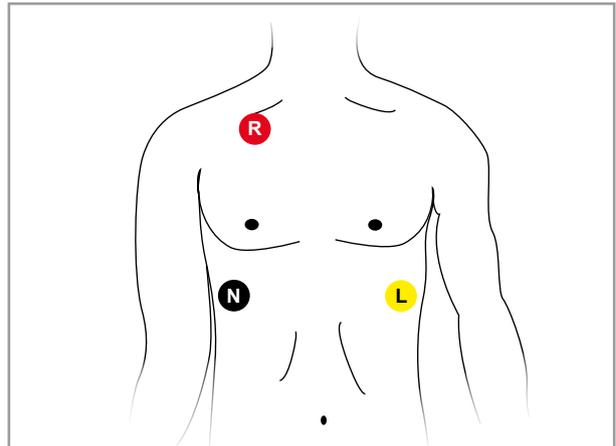

Abbildung 5 – 1: EKG-Elektroden platzieren
- Elektroden anlegen (siehe Abbildung 5 – 1), durch kurzen Druck auf die Elektrode wird der Unterdruck freigegeben, die Pumpe startet